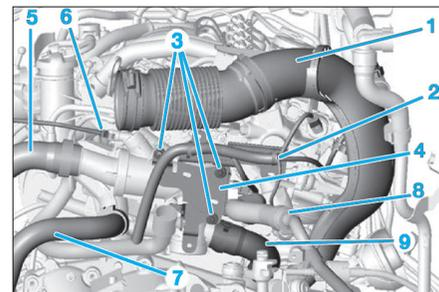

Fig. 20
- Déposer la conduite d'air (1) (Fig.20).
- Débrancher les différents connecteurs du faisceau électrique (2) puis mettre ce dernier de côté.
- Déposer les fixations (3) puis la plaque (4).
- Désaccoupler les durits (5), (6), (7), (8) et (9).